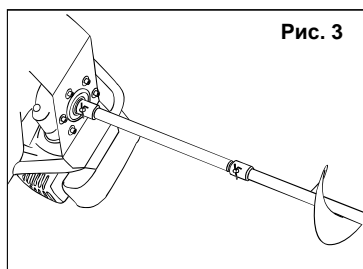

Рис. 3
3. Перед установкой головки бура можно установить удлинитель шнека (Рис. 3).